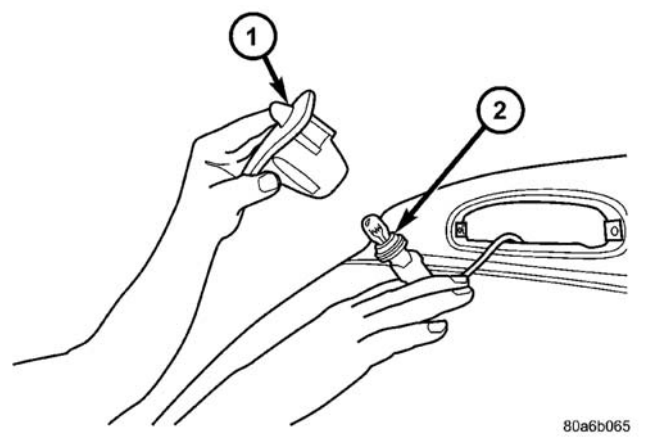

图 6 CHMSL 灯泡
(3) 以逆时针方向扭动灯泡座，将其从灯上拆卸下来。
(4) 将灯泡从灯泡座拉出（图6）。
(3) 断开后车窗洗涤器软管。
(4) 从车灯装置上把灯泡座拆卸下来（图6）。